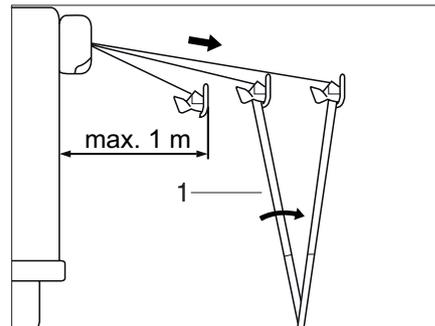

Fig. 12 Apertura della tenda
- ▶ Aprire i piedi di sostegno (Fig. 12,1) e poggiarne l'estremità sul suolo.
- ▶ Togliere i picchetti dei piedi di sostegno (Fig. 12,1).